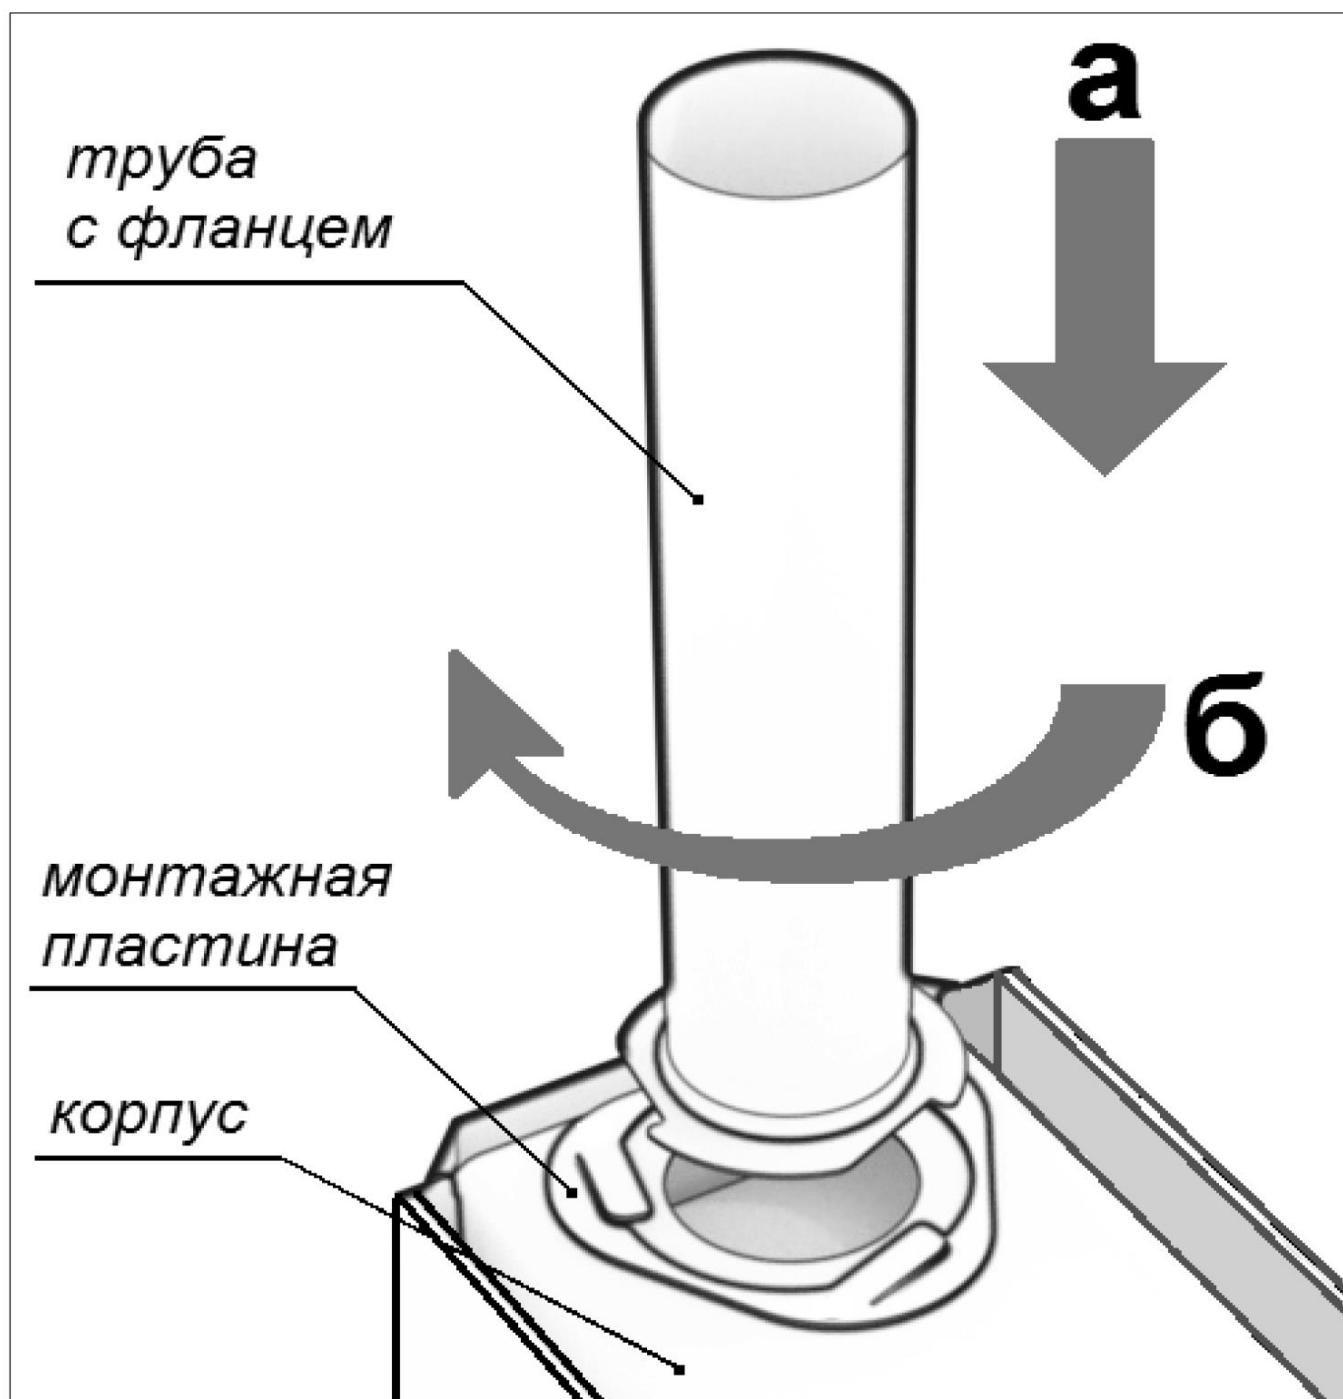

Рисунок 6. Монтаж первого звена дымохода.
**а)** Трубу с фланцем совместить с монтажной пластиной, вплотную к поверхности корпуса печи (рис. 6).